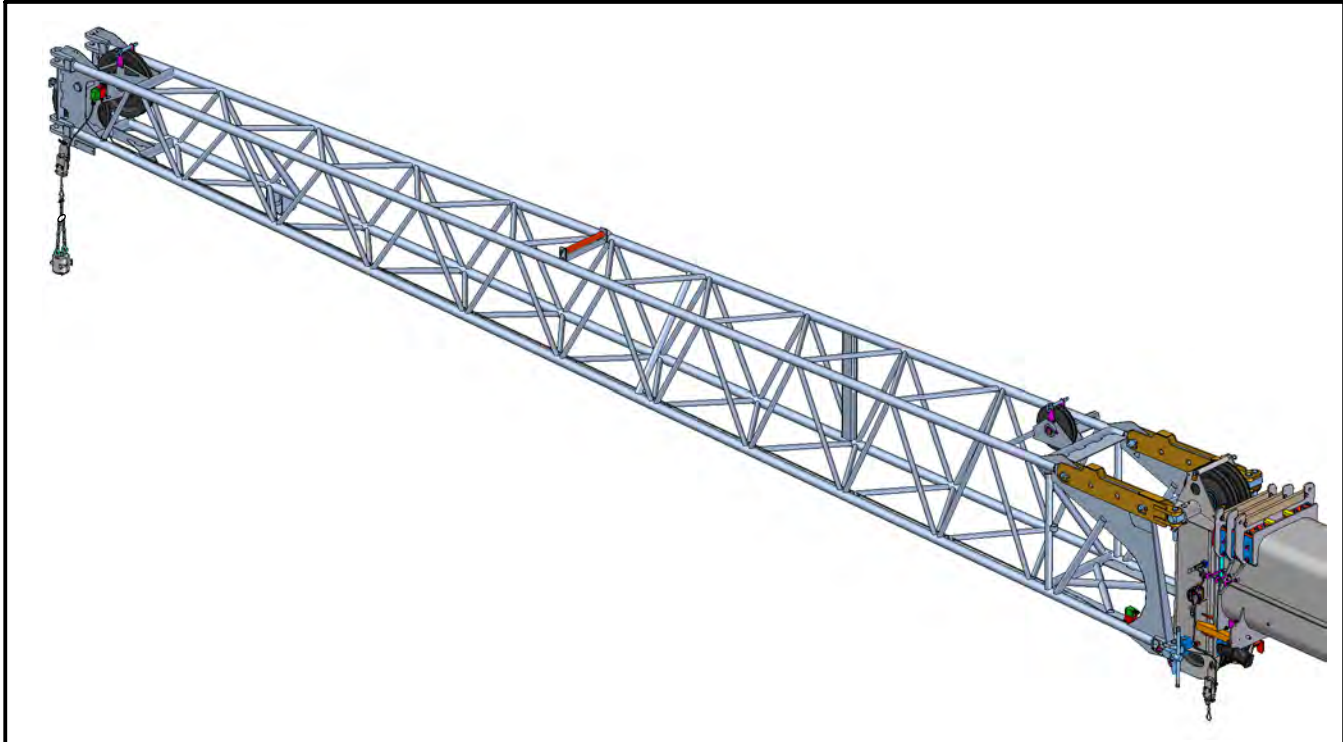

Figura 4–4
4. Cuando manipule las secciones o las extensiones del plumín, no sujete eslingas a las celosías mientras las levanta, ya que se podrían curvar. Utilice las orejetas de conexión de cada extremo de la sección o los cordones principales como puntos de elevación. Consulte la Figura 4–3.
La grúa puede contar con un plumín de celosía angulable de 11,6 m. El plumín de celosía angulable, como se muestra en Figura 4–4, se conecta a la cabeza de la pluma principal. Puede montarse en una de cuatro posiciones de compensación: 2°, 15°, 30°, o 45°. Una vez instalado, el plumín de celosía angulable puede guardarse en el lado derecho de la sección base de la pluma.